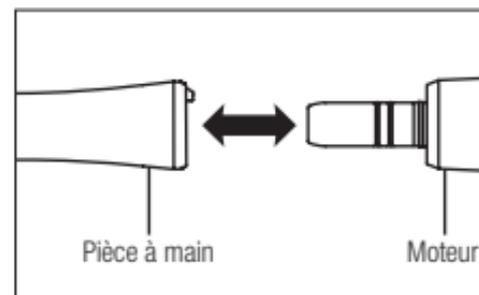

Fig. 1
- 1) Insérez la pièce à main directement sur le moteur (Fig. 1). Lors de la connexion d'un instrument optique, vissez l'instrument jusqu'à ce qu'un déclic retentisse indiquant que la pièce est verrouillée en position.